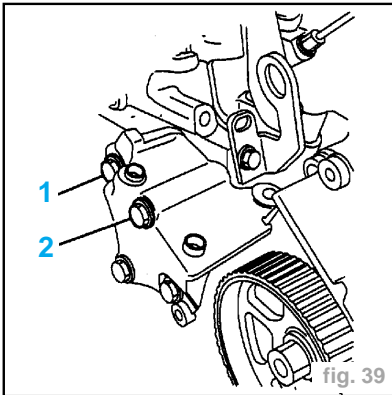

fig. 39
- Déposer les vis (1), (2) (fig. 39).